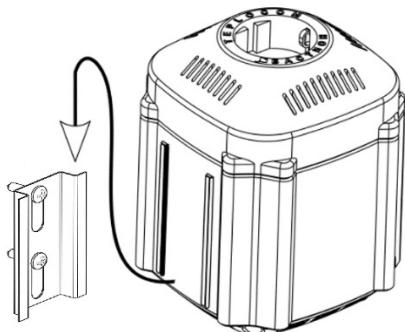

Рисунок 2 – Крепление на стену.
**Для крепления стабилизатора на стену закрепить DIN рейку при помощи двух саморезов и установить его, используя имеющиеся на корпусе направляющие (рисунок 2).**